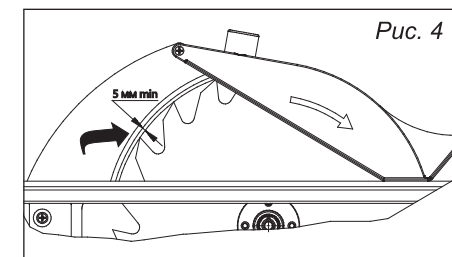

Рис. 4
- Выставить зазор между раскливающим ножом и зубьями пильного диска. Зазор должен быть не более 5 мм (рис. 4) (для установки зазора перемещайте раскливающий нож по наклонному пазу);
- Установить защитный кожух на раскливающий нож (рис. 4);